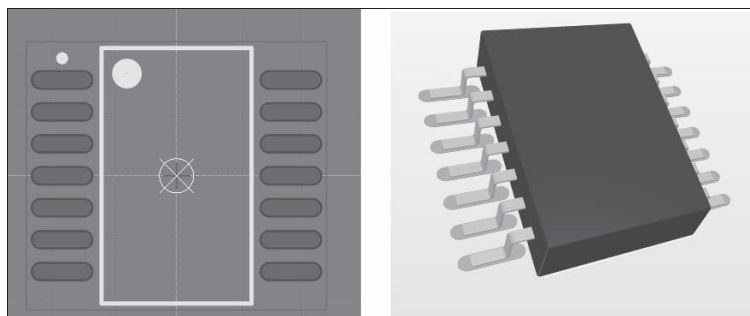

Рис. 2.20. Пример ТПМ (слева) и корпуса микросхемы 401.14-5 (справа)
- Кнопкой **Finish** завершить работу мастера. Сформированное ТПМ и трехмерное представление компонента включаются в состав файла библиотеки (рис. 2.20).
8. Перейти в диалоговое окно ввода исходных данных (см. рис. 2.20) и щелчком на кнопке **Add Files** открыть поиск файла исходных данных. Имена найденных файлов отображаются в верхней области окна ввода.